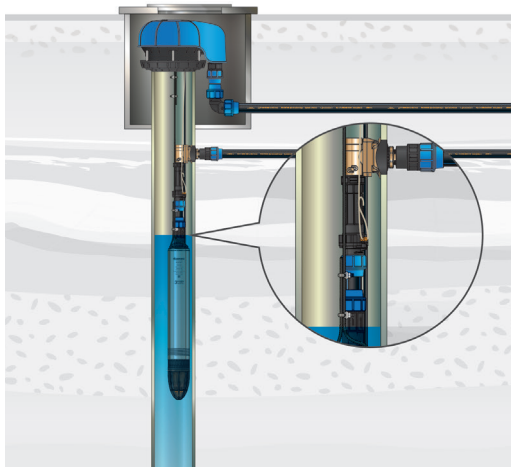
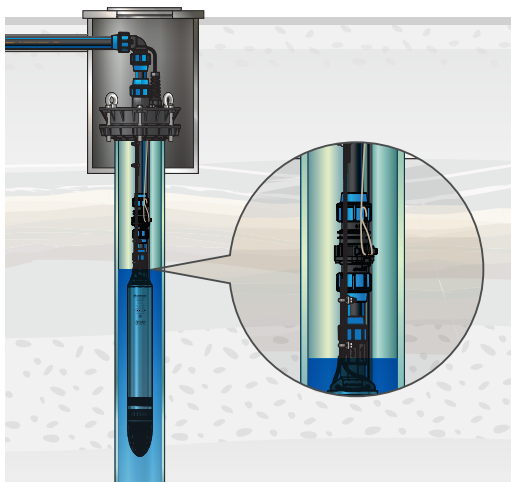

Рисунок 3
Рисунок 4
1. Сливной клапан ПРО 32х1" П разработан специально для монтажа на скважинный адаптер (рисунок 3) или фитинг с внутренней резьбой G1. Для монтажа в разрыв напорной трубы диаметром 32 мм используется сливной клапан ПРО 32х32 (рисунок 4).